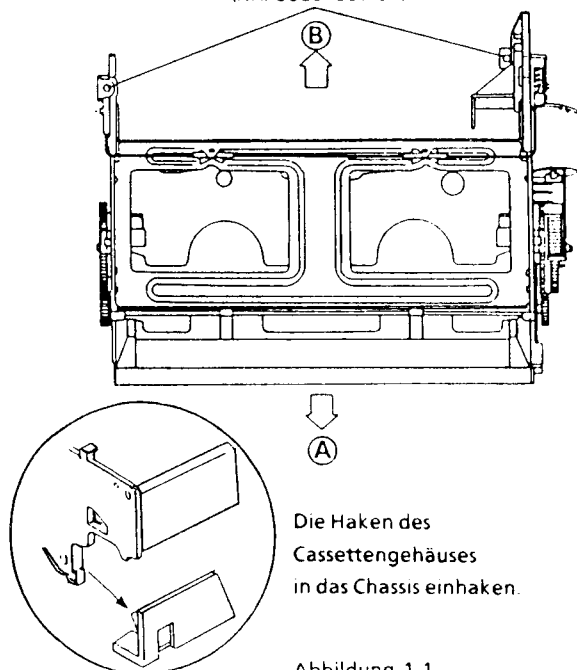

Abbildung 1-1
4. Die Cassettengehäuse-Steuereinheit (Abb. 1-1) in Pfeilrichtung ⇒ Ⓐ schieben und gerade nach oben herausziehen.